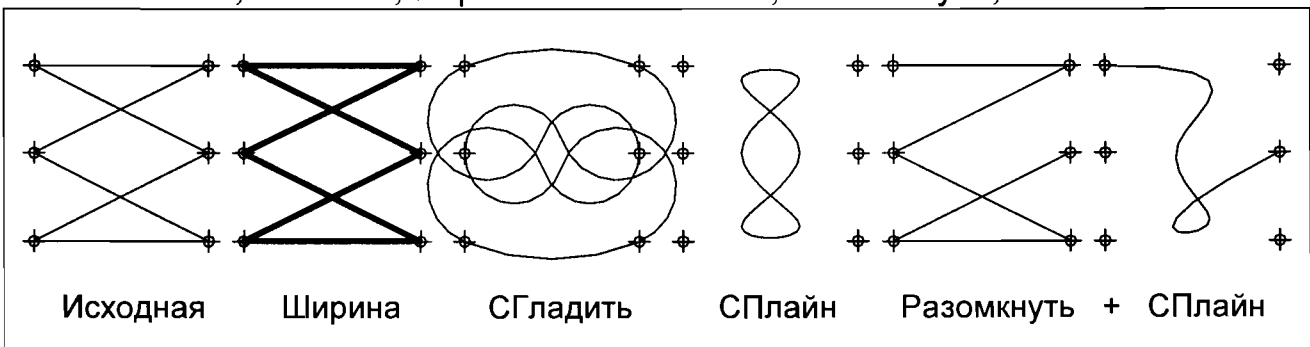

Рис.12
4. Командой ПОЛПРЕД отредактировать заданную замкнутую полилинию (рис.12), выполнив последовательно следующие опции главного меню команды: **Ширина** (задать общую ширину, равную 1), **Отменить**, **СГладить**, **Убрать сглаживание**, **СПлайн**, **Убрать сглаживание**, **Разомкнуть**, **СПлайн**.